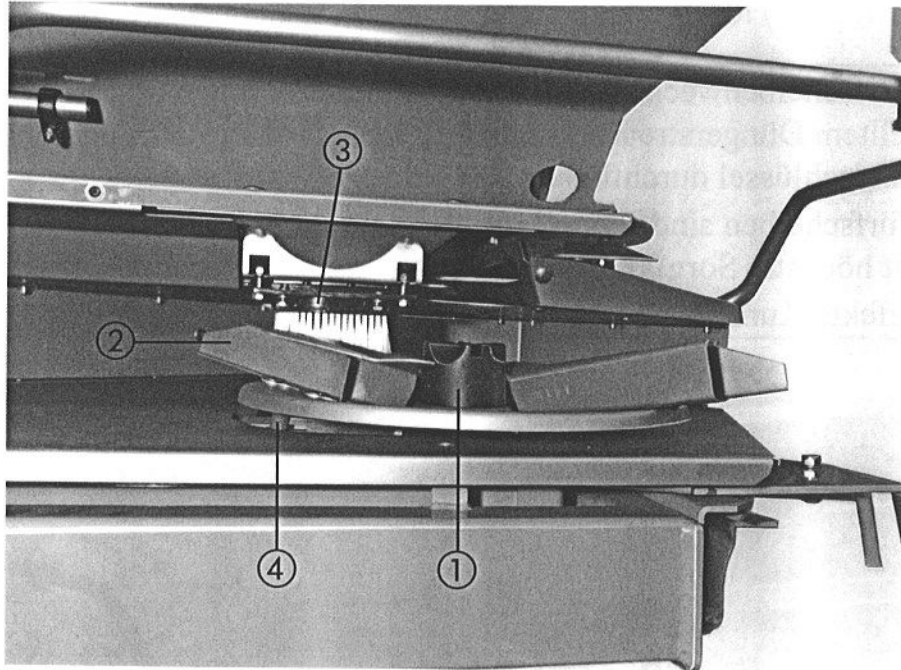

Bild 2
- ◆ Kunststoffhutmutter (Bild 2; Nr.1) vorsichtig ansetzen (nicht verkanten).
- ◆ Kunststoffhutmutter (Bild 2; Nr.1) von Hand anziehen.
flügel (Bild 2; Nr.2) und Auslauf (Bild 2; Nr.3) sowie zwischen Wurfscheibe und
Induktivsensor (Bild 2; Nr.4) prüfen.
Wichtig: Nach der ersten Betriebsstunde muß die Kunststoffhutmutter (Bild 2; Nr.1) auf Festsitz kontrolliert werden. Der Schutzbügel (Bild 2a; Nr.1) muß beim Streuen mit **D2 Scheiben** an beiden Streuerseiten um 50 mm nach außen verschoben montiert werden.